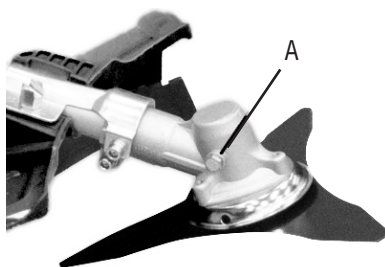

Fig. 25 – Lubrificação da caixa de transmissão
A caixa de transmissão (ponteira), deve ser lubrificada a cada 25 horas de trabalho, adicionando 5g de graxa no parafuso lateral da ponteira (A), Fig 25.